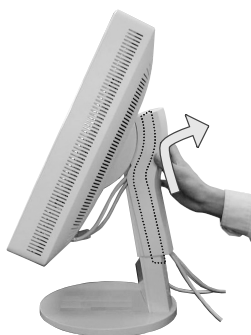
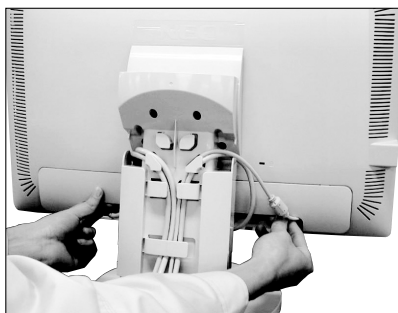

Figura S.1
Figura S.2
1. Appoggiare le mani su entrambi i lati del monitor e sollevarlo fino alla posizione più alta. Rimuovere la copertura cavi (**figura S.1**). Rimuovere la copertura del connettore (**Figura S.2**).